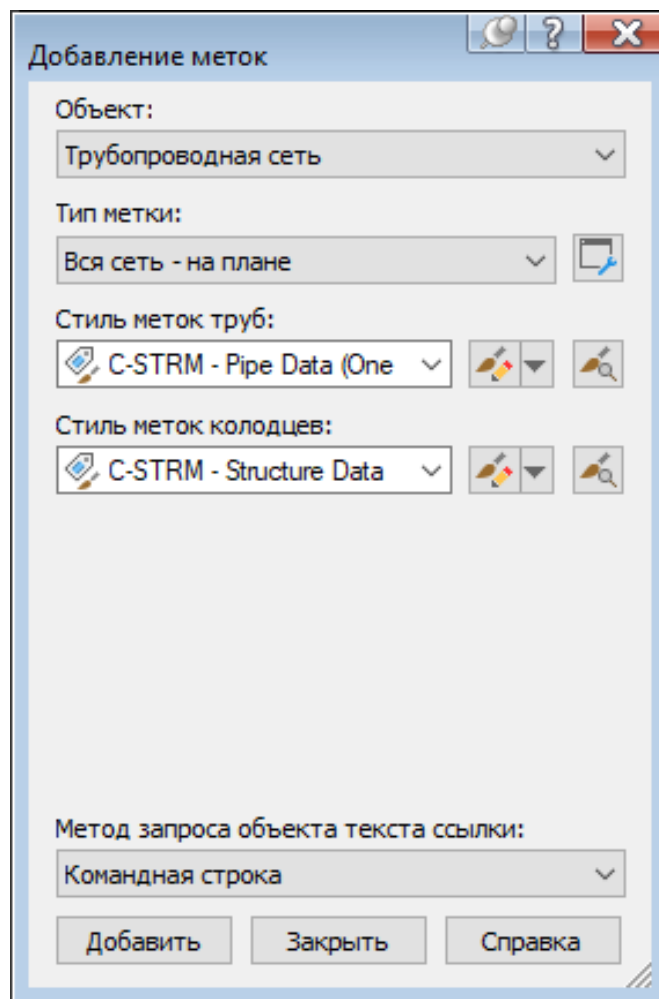

Рис. 3.11. Необходимые параметры для создания меток на плане
28. В диалоговом окне **Добавление меток** установите следующие параметры (рис. 3.11):